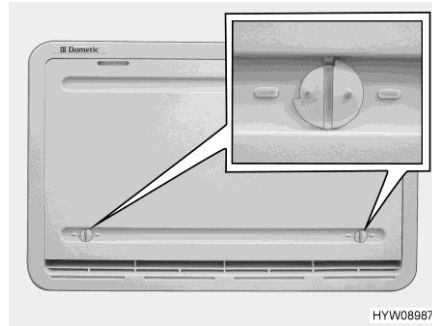

Fig. 247 Cubierta de invierno
Si el refrigerador ha de funcionar a temperaturas exteriores bajas, el fabricante recomienda la utilización de una cubierta de invierno (Fig. 247) para las rejillas de ventilación del refrigerador.
- Abrir ambos bloqueos (Fig. 247) (la ranura está en posición horizontal).